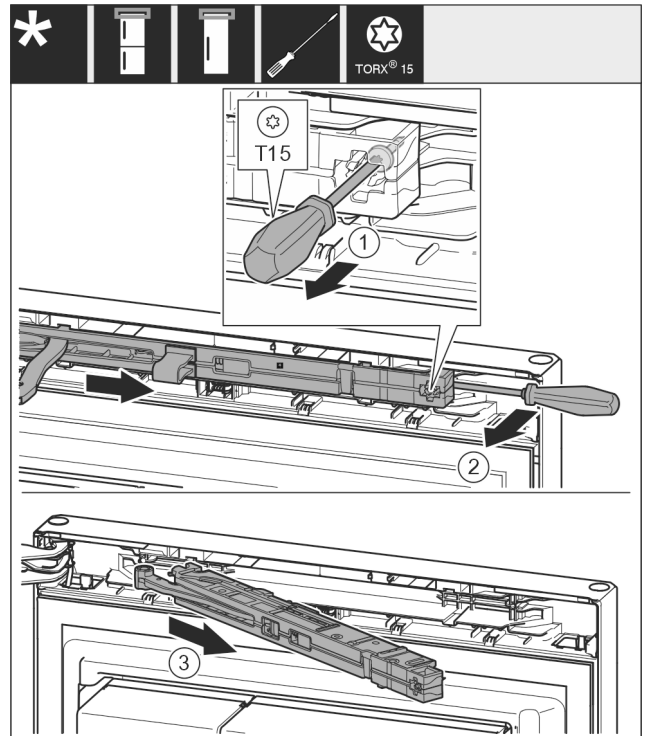

Fig. 10
- Schraube an Schließdämpfereinheit mit Schraubendreher T15 ca. 14 mm (0.55 in) lösen. *Fig. 10 (1)*
- Mit einem Schraubendreher griffseitig hinter die Schließdämpfereinheit fahren und Einheit nach vorne drehen. *Fig. 10 (2)*
- Schließdämpfereinheit herausziehen. *Fig. 10 (3)*